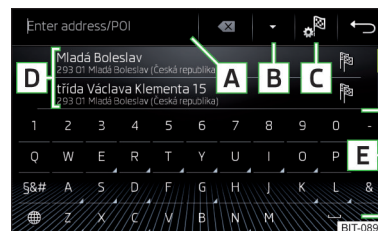
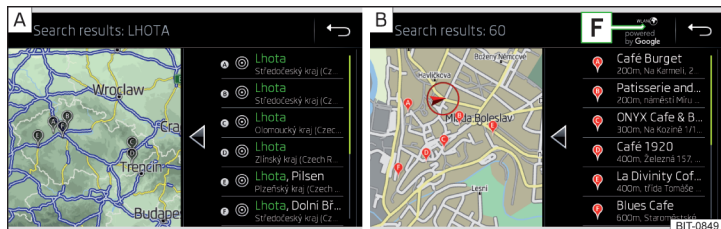

Fig. 170
Fig. 171 Elenco delle destinazioni cercate: nei dati di navigazione / online
Tasti funzione » fig. 170 e » fig. 171
Nell'area **D** » fig. 170 viene visualizzato un elenco delle destinazioni cercate.
- ▶ **oppure:** Toccare il tasto funzione **B** » fig. 170.
- Destinazioni cercate nei dati di navigazione » fig. 171 - **A**.
- Destinazione cercate online » fig. 171 - **B**.